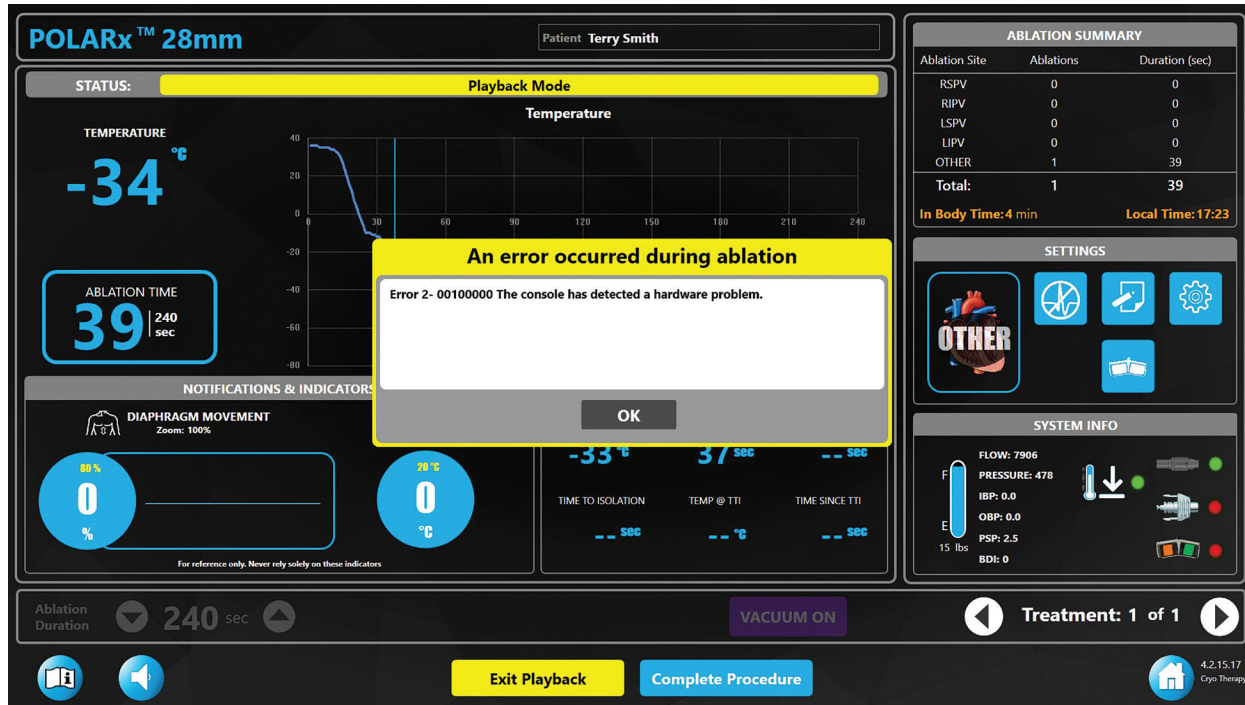

Figura 28. Mensaje de error mostrado en el modo de reproducción
- Pulse el botón **Exit Playback** (Salir del modo de reproducción) en la pantalla Therapy (Terapia) para salir manualmente del **Playback Mode** (Modo de reproducción) (consulte la Figura 28).